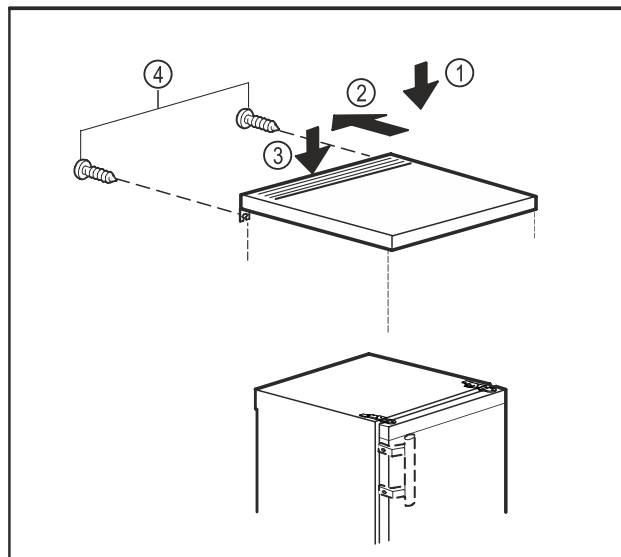

Fig. 19
- ▶ Legg bordplaten på apparatet. Fig. 19 (1)
- ▶ Skyv bordplaten bakover. Fig. 19 (2)
- ▶ Trykk ned bordplaten bak. Fig. 19 (3)
- ▶ Skru fast skruene på baksiden. Fig. 19 (4)